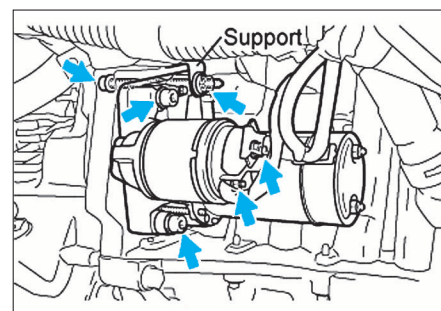

FIG. 38
- Débrancher les différentes alimentations électriques (Fig.38).